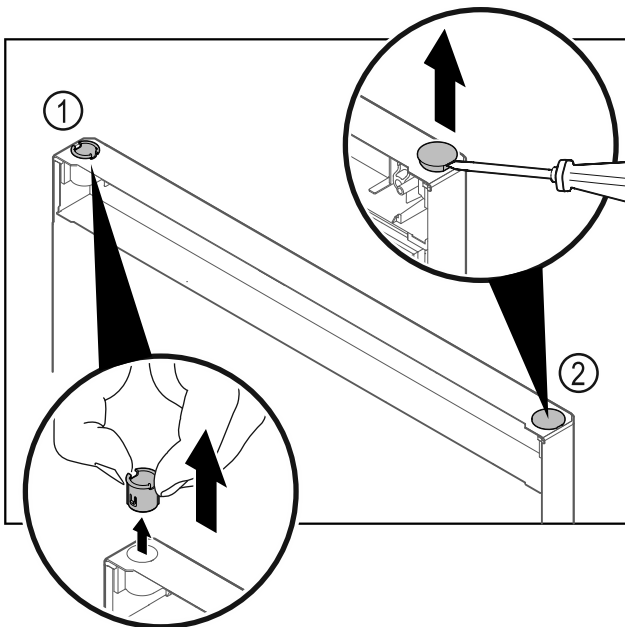

Fig. 20
- ▶ Extrageți bușca balamalei Fig. 20 (1) cu degetele.
- ▶ Ridicați dopul de acoperire Fig. 20 (2) cu precauție cu o șurubelniță dreaptă și extrageți-l.